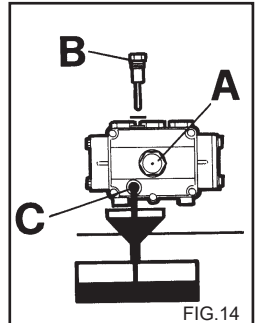

FIG. 14
- 2) Skruva loss pluggen med mätstickan (fig. 14).